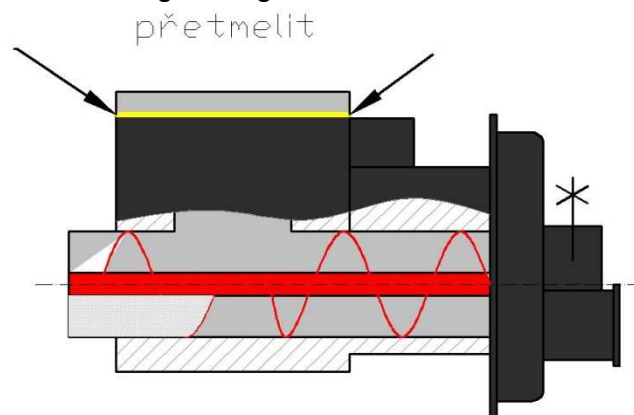

Abb. Nr. 8 Abdichten des oberen Gusskragens und des Flansches
4. Dichtmasse auf den Kragen auftragen und ihn wieder einsetzen (Abb. Nr. 8)